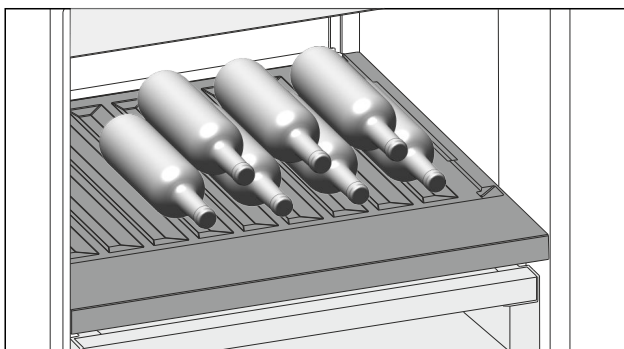

Fig. 163 Beispielhafte Darstellung
- ▶ Flaschen mit dem Boden nach hinten zur Rückwand einlegen. (siehe Fig. 163)